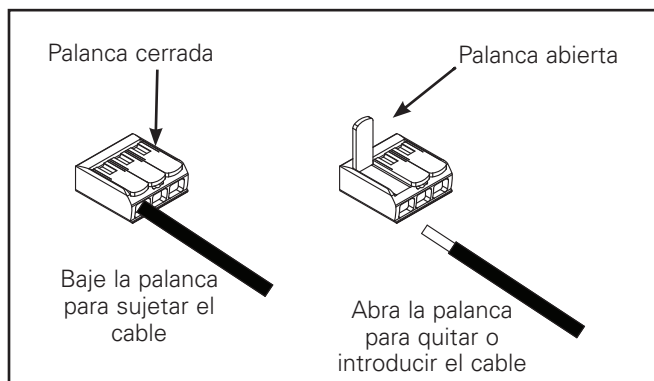

Figura 11
- Extraiga una de las cubiertas de la caja de derivación. Conecte los cables del terminal de alimentación a los cables del terminal del controlador, según el diagrama de cableado y de acuerdo con sus códigos eléctricos locales o el Código Eléctrico Nacional (Figura 11).
4. Conecte los cables conductores de suministro a los cables conductores de la caja de empalmes (línea, neutro y tierra) en el accesorio con los conectores de palanca. (Figura 11). Cerciórese de no dejar conductores desnudos por fuera de los conectores de palanca.
5. Levante la lengüeta naranja del conector para soltar el cable y ciérrelo para sujetar el cable en el lugar. (Figura 11).